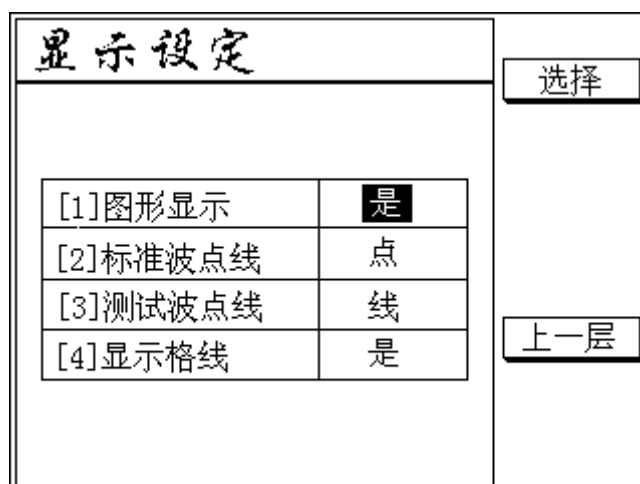

图 13
- 屏幕键二用以图形显示设定，按下屏幕键二显示如（图 13）所示
在此界面下（图 13）实现功能如下：